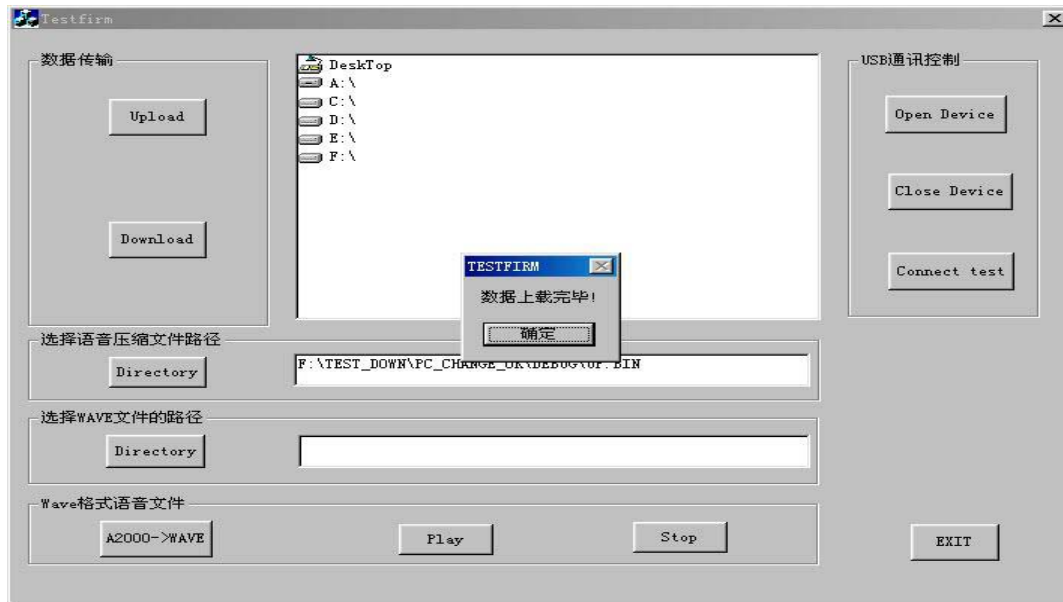

图10 上传数据
- 2) 点击组合框“数据传输”里的“Upload”按钮，开始从 FLASH 传输语音数据到 PC 机。当传输完毕，出现如图 10 中所示。在数据传输的过程中，USB 模组上的 LED 灯会不